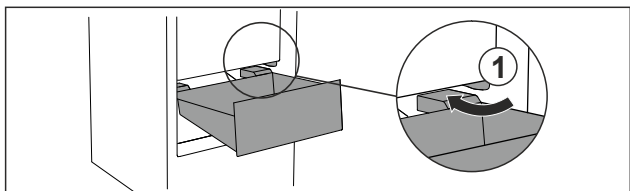

Fig. 57
- ▶ Обойдите стопор Fig. 57 (1) выдвижного ящика под наклоном.